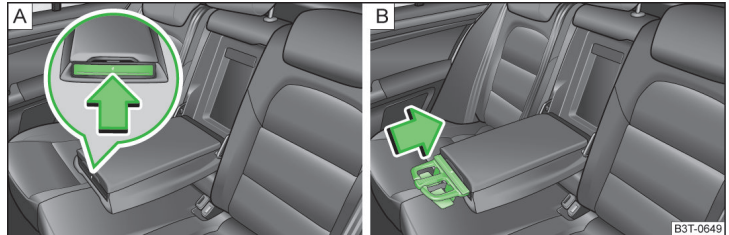

Abb. 84 Armlehne hinten: Getränkhalter herauschieben / Getränkhalter hineinschieben
- Auf die Stirnseite der Armlehne in Pfeilrichtung drücken » Abb. 84 - [A], der Getränkehalter fährt heraus.
- Um den Getränkehalter wieder hineinzuschieben, auf den mittleren Teil des Getränkehalters drücken » Abb. 84 - [B] und diesen in die Armlehne in Pfeilrichtung hineinschieben.